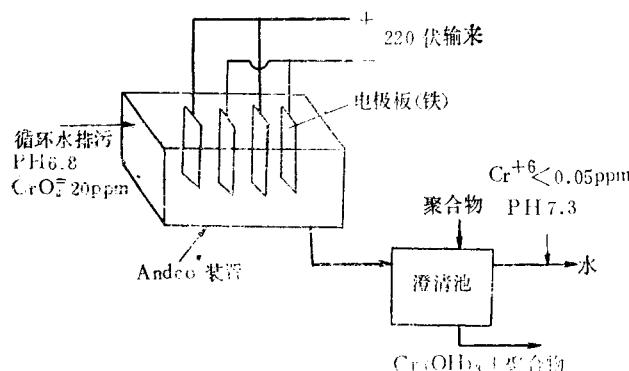

图 9 Andco装置示意图
- (1) 化学沉淀法 (Chemical precipitation)，用这个方法脱 Cr+6 后还有大量的废物沉下，其中有石灰和污泥存在，此法不好。
- (2) 离子交换法 (Ion exchange 法)，用离子交换树脂处理后，残余的 Cr+6 还有 1.0 ppm，还要再行处理到 0.05ppm，才能排放，这就很困难，成本太高，方法也不好。
- (3) 电化学法 (Andco 法)，此方法是 1977 年 11 月份国际水会议发表的新技术，可供参考\*，如图 9 所示。